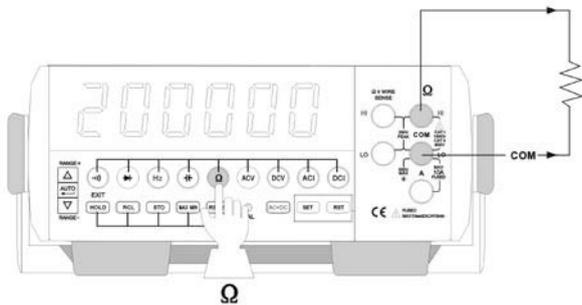
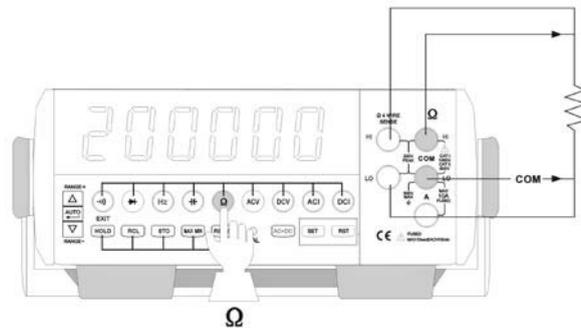

图 9
图 10
4、电阻测量（见图9和图10）
- 1) 图9为二端电阻测量法，电阻从前面板输入，此时将红表笔插入“V Ω Hz \rightarrow \leftarrow \rightarrow ”输入端口，黑表笔插入“COM”输入端口。
- 4) 图10为四端电阻测量法，此时要用二副表笔，将二副表笔中的红色表分别笔插入二个红输入端口，二个黑表笔分别插入二个黑输入端口，四个表笔的另外四端短路在一起，利用REL Δ 键清除零位。然后二个红表笔并接被测电阻一端，二个黑表笔并接被测电阻另外一端。